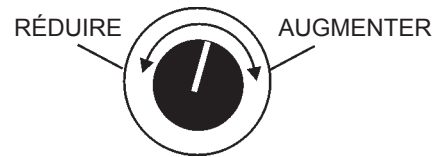

**Figure 50. Bouton de commande du régulateur de tension**
8. Si la tension n'est pas dans la tolérance spécifiée, utiliser le bouton de commande de réglage de tension (Figure 50) pour augmenter ou diminuer la tension souhaitée.